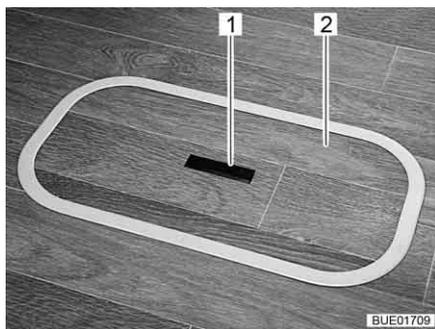
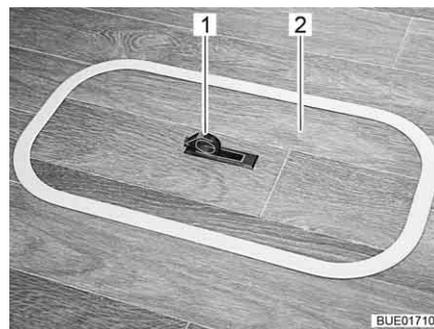

Fig. 48 Copertura scomparto nel fondo (maniglia abbassata)
Fig. 49 Copertura scomparto nel fondo (maniglia alzata)
- Spingere la piastra di presa (Fig. 48,1) verso il basso da un lato. La maniglia (Fig. 49,1) viene ruotata verso l'alto.
- Rimuovere la copertura (Fig. 48,2 o Fig. 49,2) tirandola verso l'alto.